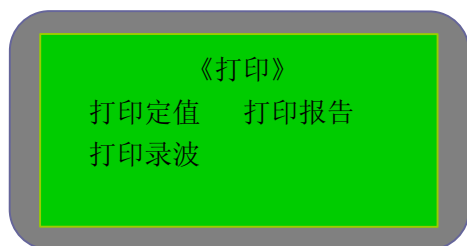

图 5-6
- 打印：在主菜单选择“打印”，进入图 5-6 界面，可以选择打印定值、打印报告和打印录波。